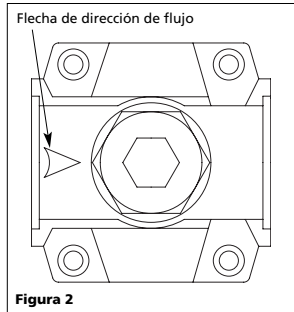

Figura 2
- Ubique la flecha de dirección de flujo (Vea Figura 2). Esta flecha muestra la dirección del flujo de aire, o sea, apunta hacia la salida.